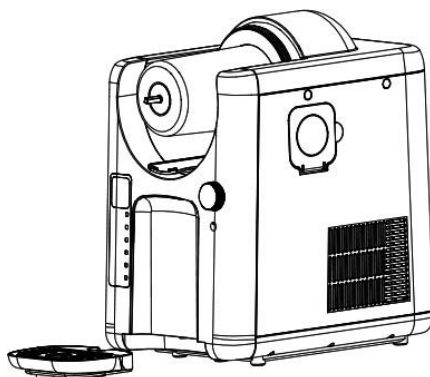

bild 9
10. Ta bort mixern (bild 9) och torka sedan bort eventuella vätskerester från bottenhöljet. Rengör kylcylindern och täta den med en ren trasa.